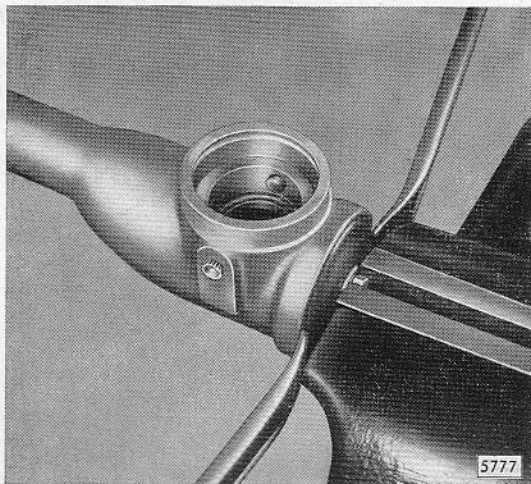

Bild B 17 - Verschußdeckel aus Schaltgehäuse herausdrücken
1. Verschußdeckel aus Schaltgehäuse unter Verwendung von 2 Montierhebeln herausdrücken (Bild B 17). Hierzu ein Loch in Deckelmitte bohren und entsprechende Blechgewindeschraube mit Unterlegscheibe einschrauben.